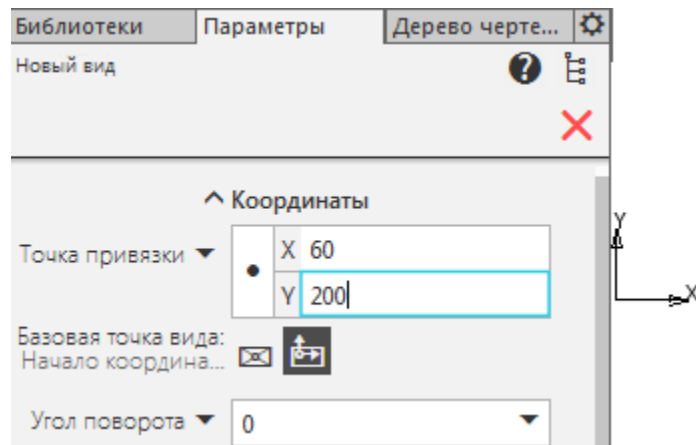

Рисунок 2
- Задайте координаты точки привязки вида к чертежу. Для этого щелкните мышью по полю X и введите с клавиатуры значение 60, затем нажмите клавишу <Tab> или щелкните по полю Y и введите значение 200. Для фиксации значений нажмите клавишу <Enter>. (рисунок 2)